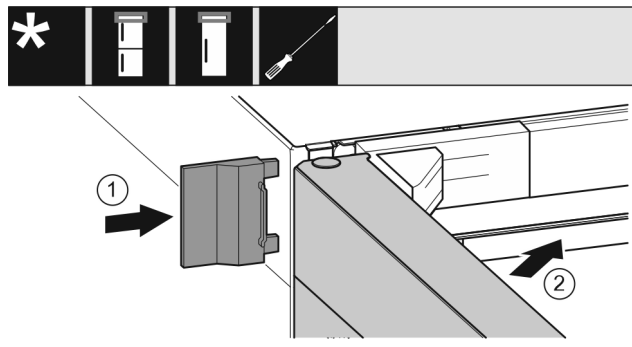

Fig. 34
- ▶ Sæt den udvendige afdækning på. Fig. 34 (1)
- ▶ Luk den øverste dør. Fig. 34 (2)